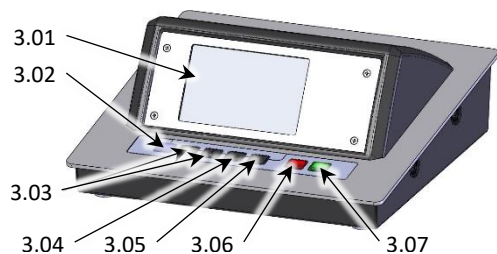

Abb. 3 Frontseite Elektronikeinheit
- Stecken Sie den 15-poligen Sub-D-Stecker der Zuleitung BE 4 - DTE II in die Buchse (3.09, Abb.3) der Elektroneinheit ein und ziehen Sie die Schrauben fest.